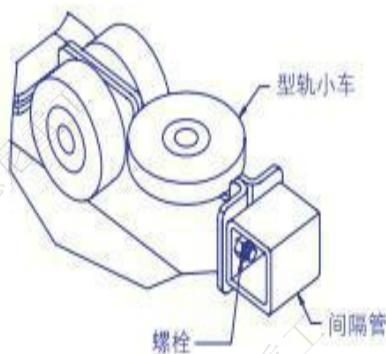

图5C. 在型轨小车上安装间隔管
5.9 将间隔管装配在位于主梁另一端的型轨小车上(图 5C)确保间隔管装配方向与牵引架的装配方向位于主梁同侧。